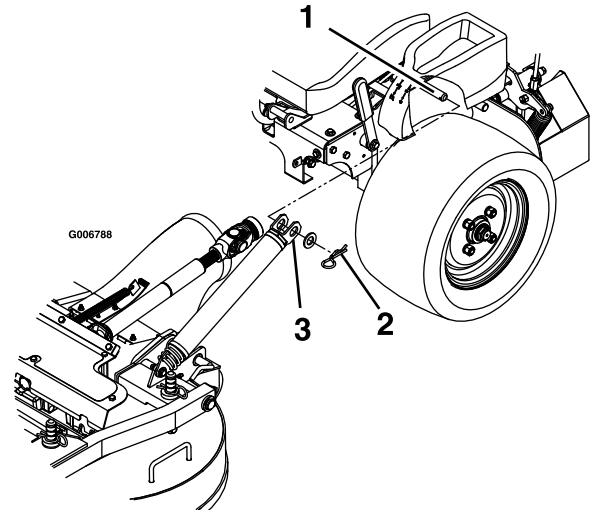

Bild 75
3. Nehmen Sie die Splinte und Scheiben oben an der Mähwerkhubbstützenfeder an jeder Seite der Maschine ab (Bild 75).
9. Befestigen Sie die Federn an den Federankerstiften unter dem linken und rechten Bedienfeld sichern Sie diese mit einer Scheibe und einem Splint (Bild 75).